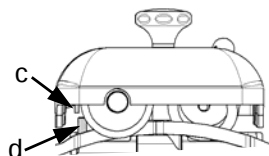

Abb. 42
3. dann loslassen, der Zapfen c muss auf der Gegenhülse d einschnappen (Abb.42);